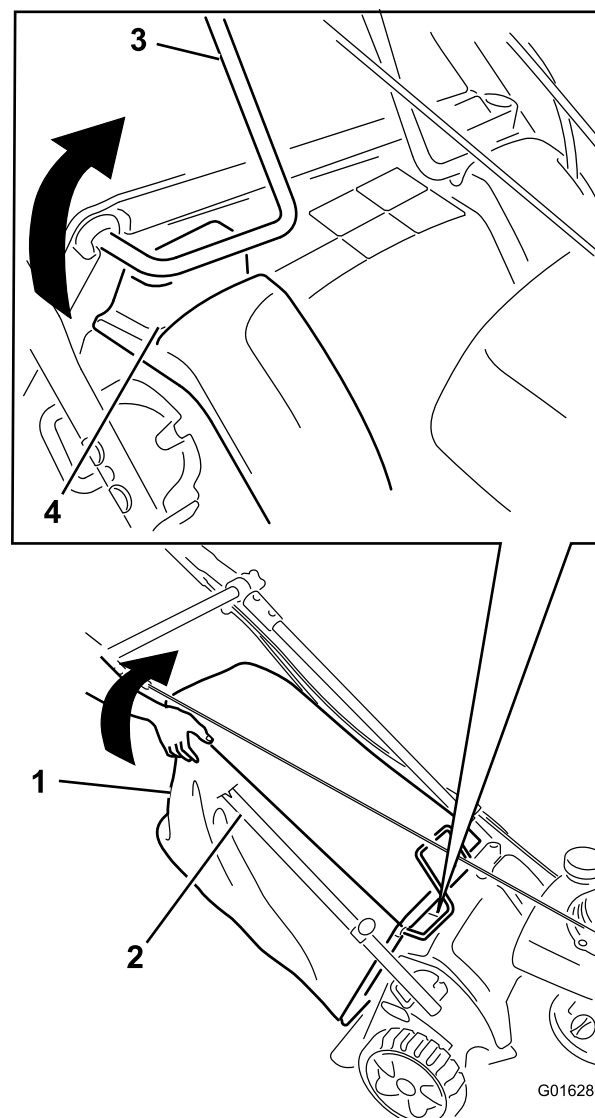

Figura 60
5. Con el motor en marcha, levante la esquina superior derecha de la bolsa de recogida hasta que el armazón de alambre de la esquina delantera derecha superior de la bolsa salga totalmente de la ranura derecha (Figura 60). **El motor debe pararse.**